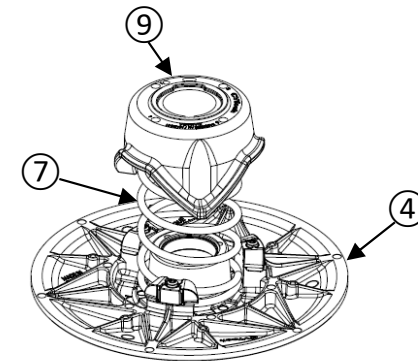

Figure 32
- Placez les ergots du ressort ⑦ dans les trous appropriés de la came ⑨ et du flasque coulissant ④, aux mêmes positions notées lors des étapes de démontage (figure 32).